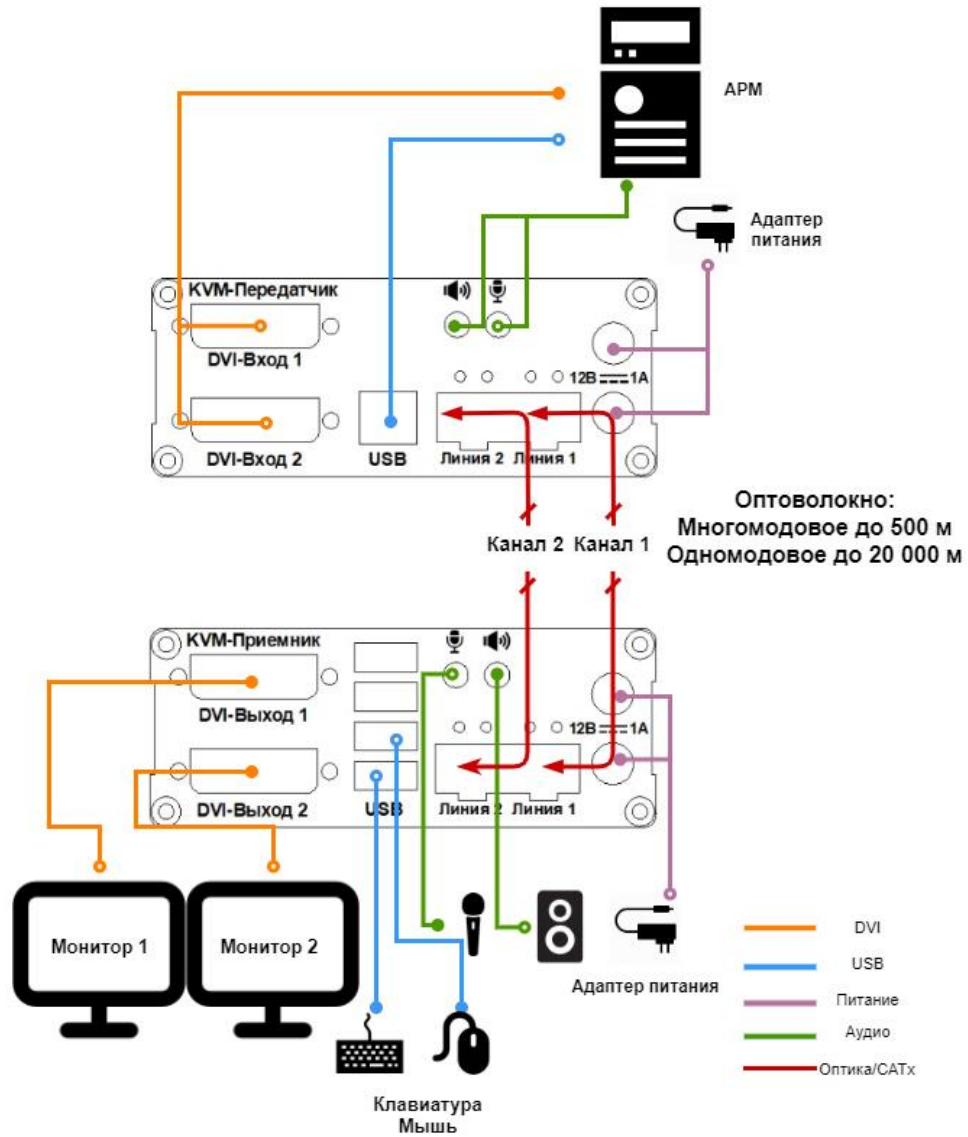

Рис. 2. Схема подключения кабелей
2. Подключите необходимые кабели (USB, Audio, Video) к портам приемника и передатчика согласно «Схеме подключения» (рис.2).
Подключите все кабели от компьютера и монитора к Изделию, как это показано на следующей схеме (рис.2). Соедините приемник и передатчик.